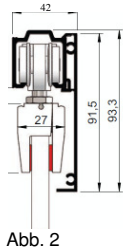
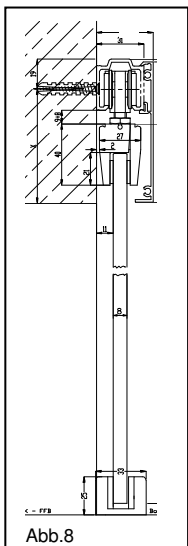

Abb. 2
Abb.8
1Stück	Alu-Blende zur einseitigen Laufschiennenverblendung (vor der Wand) (siehe Abb.1 oder Abb.2)
- Die Befestigungshöhe richtet sich nach der gelieferten Türblatthöhe, Beschlagtyp (Abb.1 oder Abb.2) und der Bodenluft ca.8mm. Auf einen ausreichenden Abstand X bei Sturmmontage (Abb.8) ist zu achten!